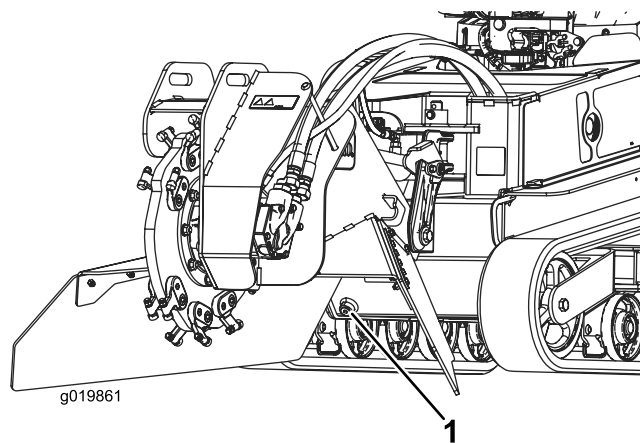

Figura 62
7. Retire o tampão de escoamento do depósito hidráulico e deixe o fluido escorrer para o recipiente (Figura 62).